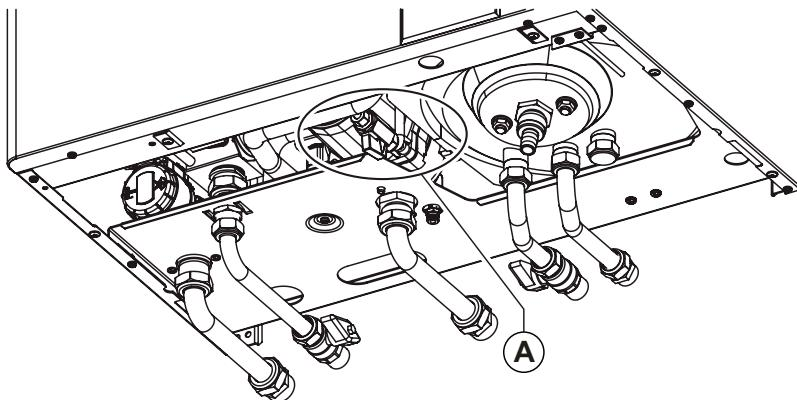

Fig. 2 Robinets de remplissage
Au cas où l'erreur **E04** de signalisation de blocage pour pression installation insuffisante clignotera (ce qui signale l'intervention du pressostat eau de sécurité), il faudra effectuer le remplissage du système en agissant sur le robinet d'adduction d'eau Fig. 2 Robinets de remplissage. L'erreur **E04** est affichée quand la pression du circuit descend au-dessous de la valeur de 0,4 bar et l'erreur est automatiquement remise à zéro quand la pression du circuit atteint le seuil de 1,0 bar. La valeur de la pression dans la chaudière froide doit être de 1÷1,3 bar.
- tourner la poignée du robinet de charge Fig. 2 Robinets de remplissage dans le sens inverse des aiguilles d'une montre pour permettre l'entrée de l'eau dans la chaudière ;